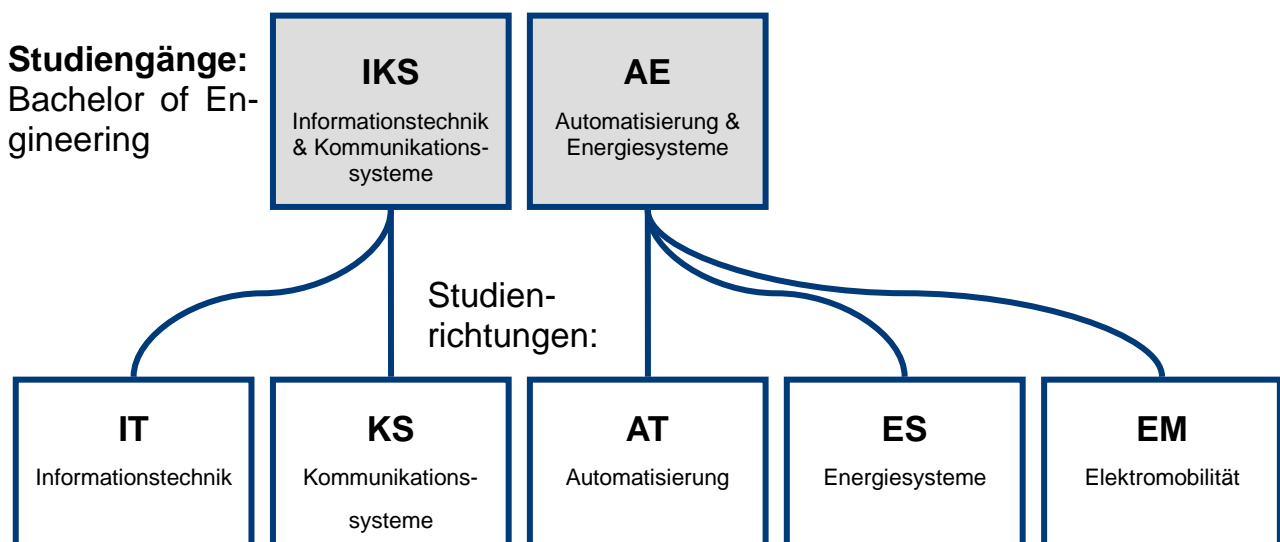

Abbildung 1: Studiengänge AE und IKS mit ihren Studienrichtungen
Die Studiengänge Automatisierung und Energiesysteme (AE) sowie Informationstechnik und Kommunikationssysteme (IKS) enthalten verschiedene Studienrichtungen (s. Abb. 1). Die Studienrichtung muss vom Studierenden rechtzeitig vor der Anmeldung der ersten Prüfung aus der Phase 3 (Fachstudium) gewählt werden und wird damit in der Gesamtheit verpflichtend. Diese Wahl von Studienrichtung und ggf. -schwerpunkt erfolgt deshalb zu Beginn (in den ersten beiden Vorlesungswochen) des Semesters, in dem erstmalig eine Prüfung aus Phase 3 angemeldet wird.